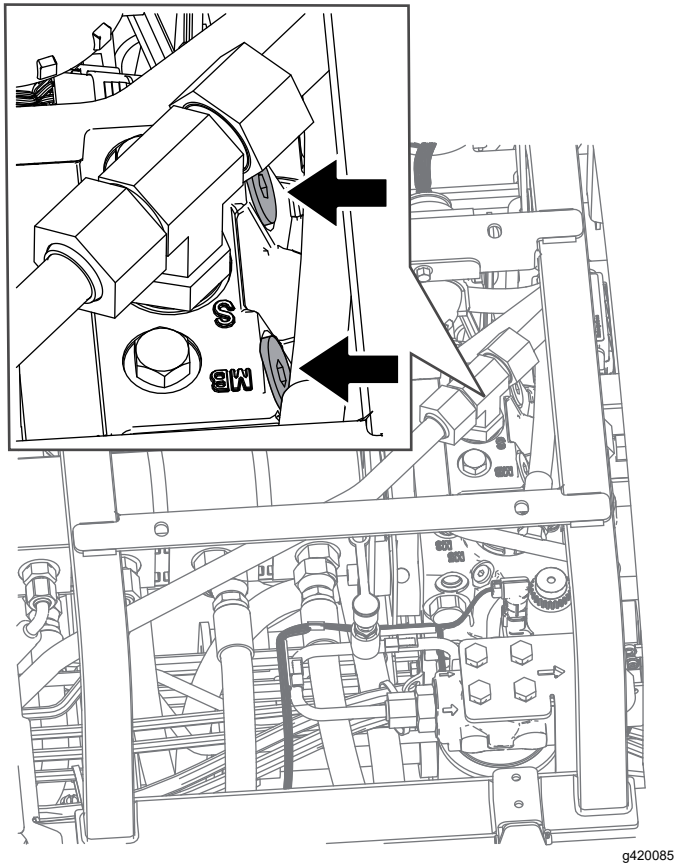

図 37
2. シートの下とハイドロスタットの上部にあるバイパスバルブを見つける 図 37